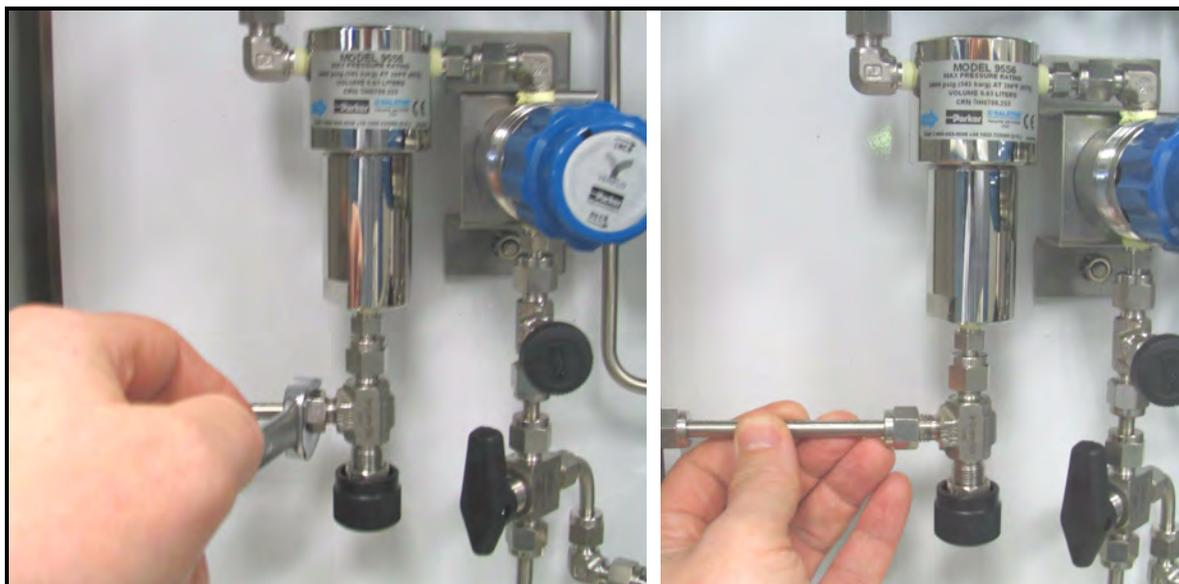

Figura 81: Rompendo a Conexão da Tubulação de Saída
3. Rompa a conexão da tubulação de saída no contorno do aderente/filtro e remova a seção da tubulação para liberação (ver *Figura 81*).